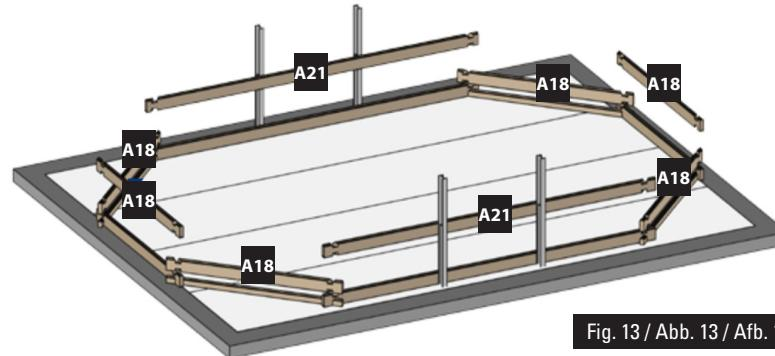

Fig. 13 / Abb. 13 / Afb. 13
**EN 2nd LAYER OF BOARDS:** • Install the second layer of boards as shown in figure 13. • There is a wooden wedge in the structure packet to correctly assemble the boards. • Never directly hit against the boards. You would damage the pegs and would weaken the structure. Do not hit them with anything metallic. This would inevitably damage the wood. • Try to correctly assemble the boards right from the start. There should not be any space between each layer of boards to avoid maladjustment of the higher boards.
**FR 2ÈME RANGÉE DE MADRIERS :** • Positionnez les madriers de la deuxième rangée conformément à la figure 13. • De manière à emboîter correctement les madriers, une cale en bois est à votre disposition dans le colis de structure. • Ne pas taper directement sur les madriers. Cela abîmerait les languettes et nuirait à la solidité de la structure. • Ne pas frapper avec une pièce métallique. Cela détériorerait le madrier irrémédiablement. • Veillez à emboîter bien à fond les madriers dès le départ. Il ne doit pas y avoir d'espace entre chaque rangée pour éviter un décalage au niveau des madriers supérieurs.
**DE 2. BRETTERRIEHRE:** • Platzieren Sie die Bretter der zweiten Reihe laut Abb. 13. • Um die Bretter richtig anbringen zu können, finden Sie einen Holzkeil im Paket des Tragwerks. • Nicht direkt auf die Bretter klopfen. Das würde die Zapfen und die Festigkeit des Tragwerks beschädigen. • Nicht mit einem Metallteil darauf klopfen. Es würde das Holz unabänderlich beschädigen. • Versuchen Sie, die Bretter von Anfang an tiefgehend ineinander zu fügen. Zwischen den Reihen darf kein Platz sein, um eine Fehlanpassung der oberen Bretter zu vermeiden.
**NL 2ª RIJ PLANKEN:** • Plaats de planken van de tweede rij zoals aangegeven op afbeelding 13. • Om de planken correct te assembleren, zit er een houten wig in het pakket van het frame. • Sla niet direct op de planken. Daardoor gaan het profiel kapot en wordt de stevigheid van het frame ondermijnd. • Sla er niet direct op met metaal. Hierdoor raakt het hout onherstelbaar beschadigd. • Zorg ervoor dat de planken vanaf het begin stevig op elkaar aansluiten. Er mag geen ruimte tussen de rijen overblijven, om te voorkomen dat de bovenste houtdelen onregelmatig uitkomen.